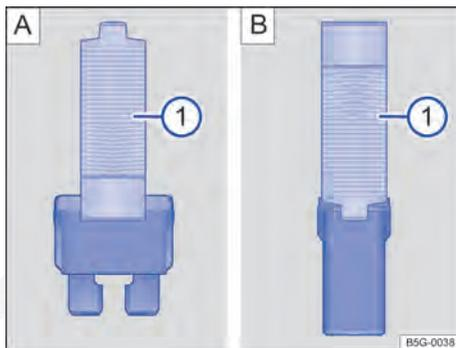

Fig. 223 Retirar ou colocar o fusível com a pinça de plástico: **A**) fusível plano, **B**) fusível de bloqueio.
- De acordo com a versão do fusível, colocar as garras adequadas da pinça de plástico ⇒ Fig. 223 **A** ① ou ⇒ Fig. 223 **B** ① lateralmente no fusível.
- Se o fusível estiver queimado, substituir o fusível por um novo da *mesma* intensidade (mesma cor e inscrição) e do *mesmo* tamanho ⇒ ①.